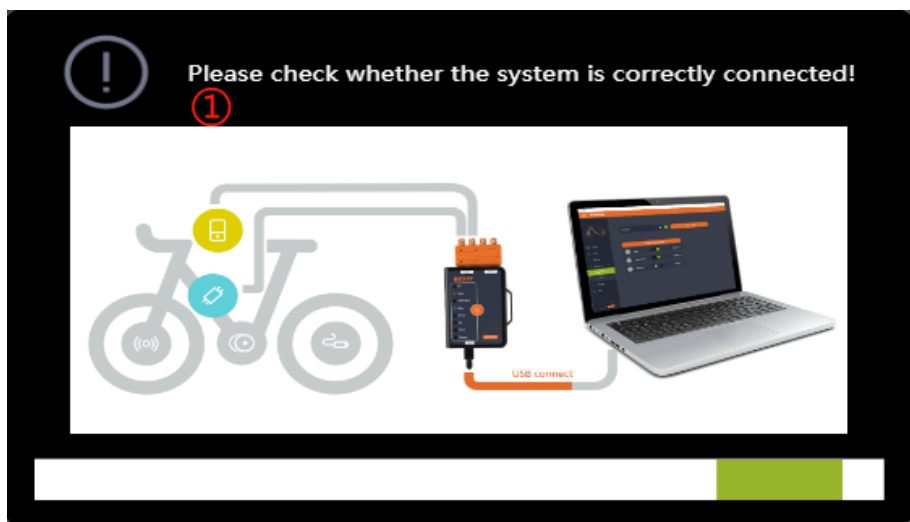

图 3-1 部件检测
1. 点击登录，系统将检测整车部件的连接情况。并提示用户确认系统是否正确连接（如图 3-1）；